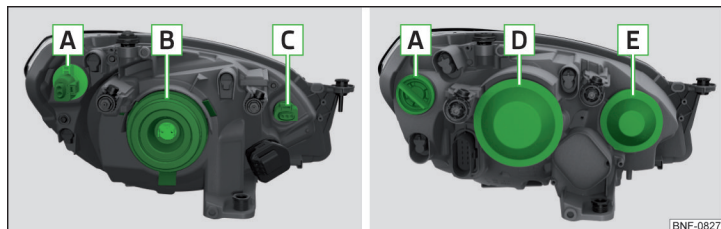
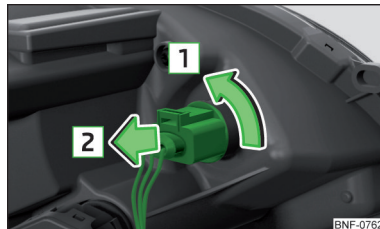

Рис. 171 Передні фари: варіант 1 / варіант 2
Рис. 173
Розташування ламп » Рис. 171
- » Поверніть патрон з лампою **C** » Рис. 171 на стор. 154 до упору у напрямку стрілки **1** » Рис. 173.
- Зніміть захисну кришку **[D]** або **[E]** » Рис. 171 на стор. 154.
- Уставте захисну кришку **[D]** або **[E]** » Рис. 171 на стор. 154.